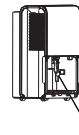

Fig.7 Pump hose drops
- Instale la manguera de drenaje en el adaptador A. (Véase la Fig. 7, colocada en la cubeta)